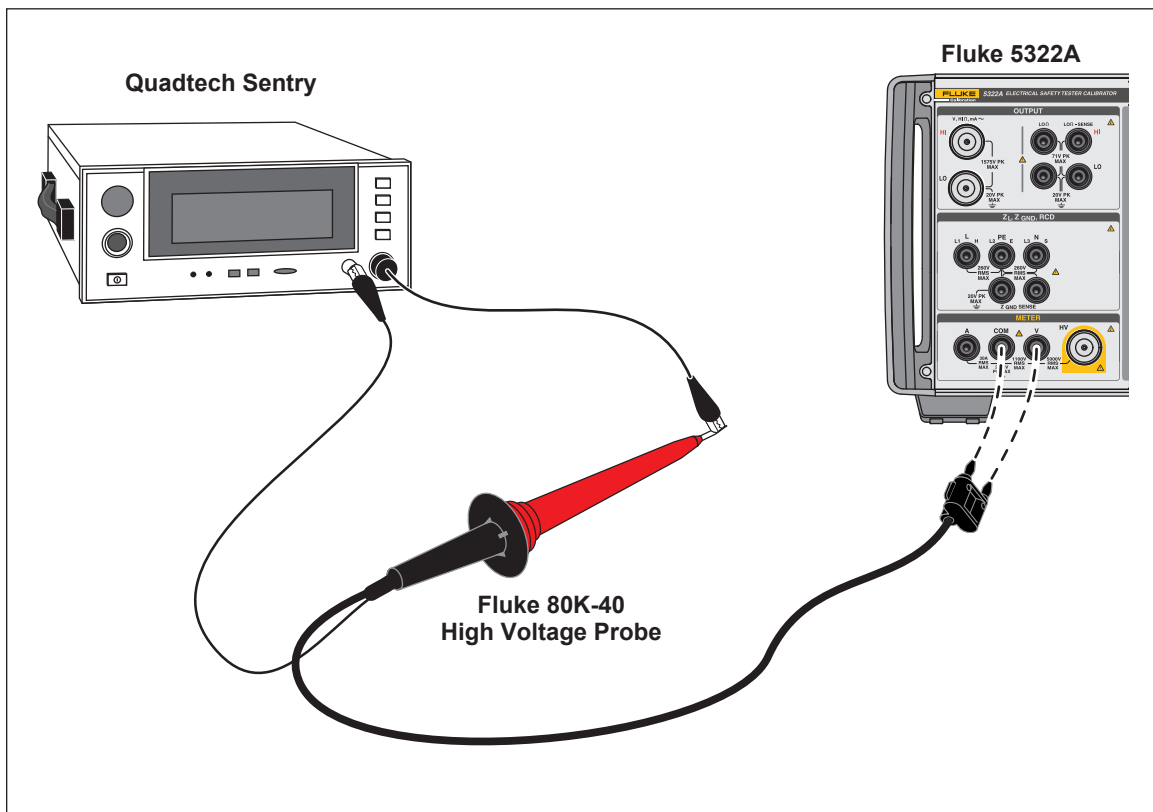

Abbildung 62. Verwendung des 40-kV-Hochspannungstastkopfs
2. Schließen Sie das DUT über den Hochspannungstastkopf an das Produkt an, wie in Abbildung 62 gezeigt. Stellen Sie sicher, dass die Masseseite der mit zwei Bananensteckern ausgestatteten Prüfleitung des Tastkopfs 80K-40 an Anschluss „COM“ des Messgeräts 5322A angeschlossen ist.